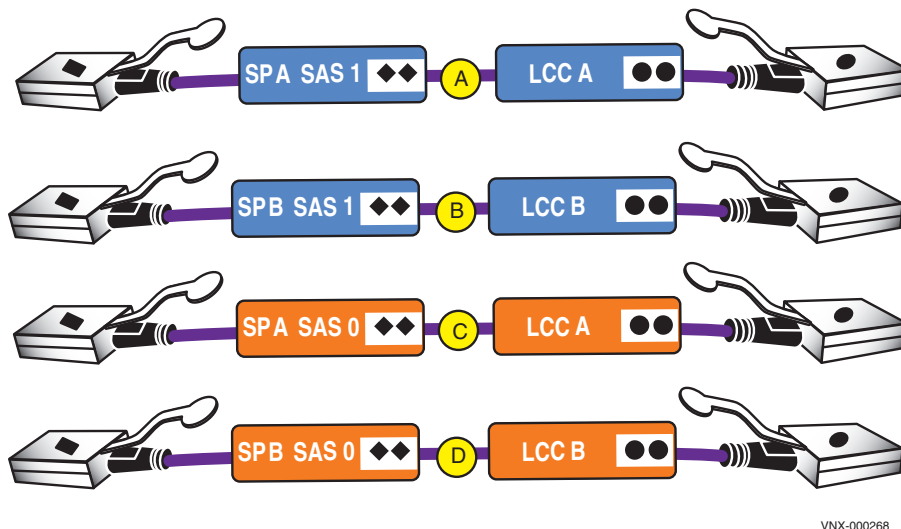

图 19 用于前两个 DAE 的 SAS 缆线
- b. 将连接器上的图标与标签上的图标进行匹配以粘贴缆线标签，如图 16 和第 30 页的图 19 所示。
1. 如图 19 所示，找到每个 DAE 的一对缆线。
对于步骤 2-5, 将 DPE 上的双菱形 ◆◆ 和 DAE 上的双圆圈 ●● 与缆线连接器上的单菱形 ◆ 和单圆圈 ● 匹配, 以连接以下缆线, 如第 30 页的图 19 所示。确保缆线锁定到位。